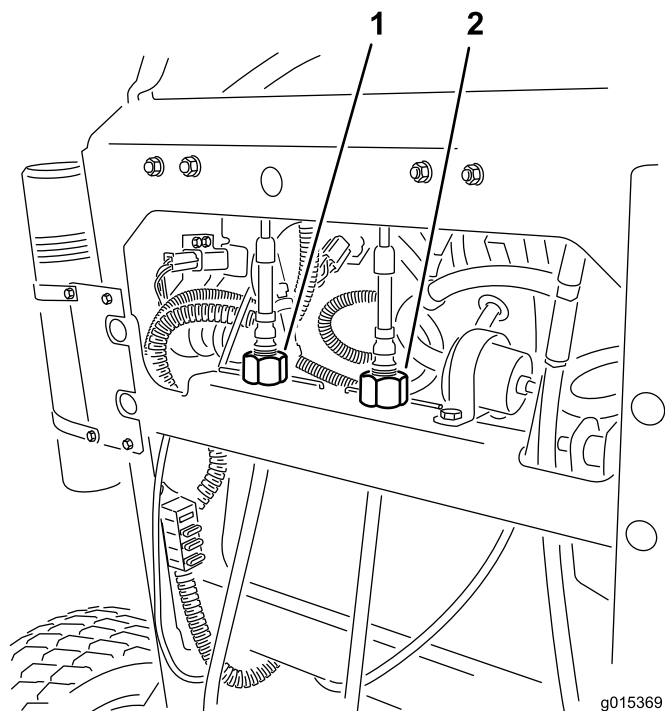

Figura 57
4. Rode o ajuste do cabo direito para posicionar o controlo de movimento direito na ranhura de bloqueio neutra do centro do painel de controlo (Figura 57).